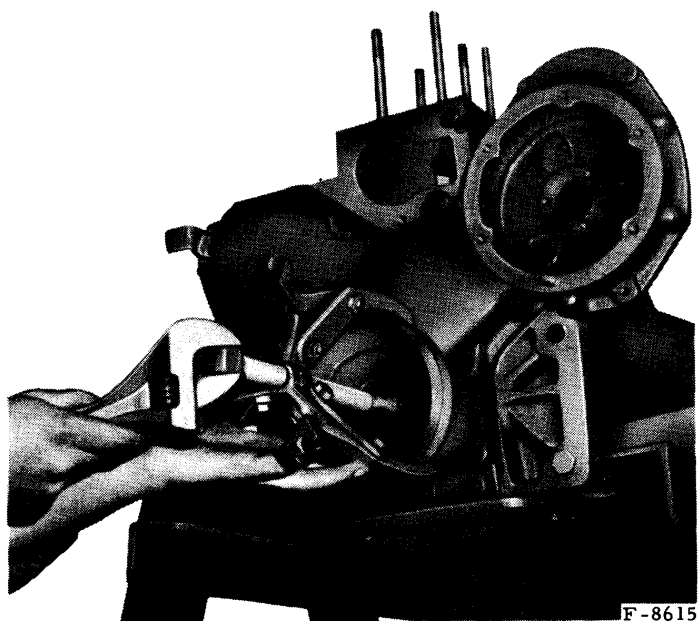

Fig. 6.- Extraction de la poulie de vilebrequin
- Retirez la poulie à l'aide d'un arrache-moyeu et récupérez la clavette (fig. 6).